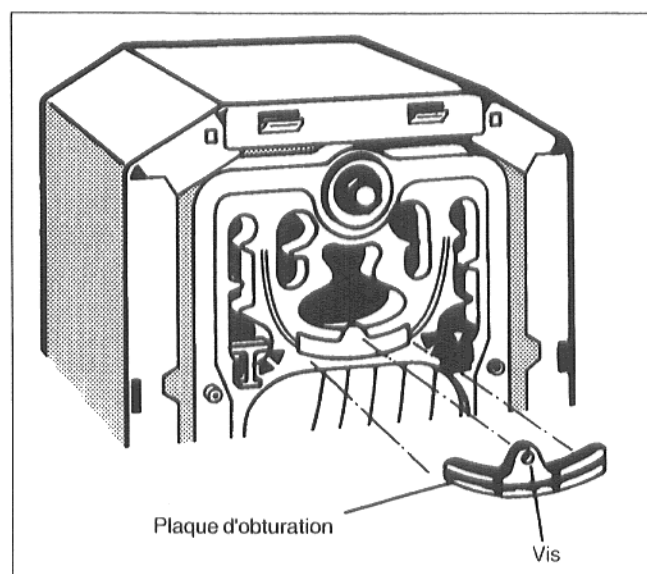

Fig. 32 Retrait des plaques d'obturation
- Retirer la vis située au milieu de l'obturateur de gaz de combustion (Fig.32).